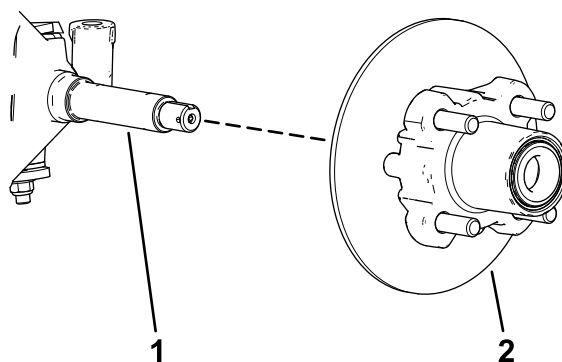

**Figura 37**
4. Rimuovete il coperchietto antipolvere dal mozzo (Figura 37).
5. Rimuovete la coppiglia e il fermadado dal mandrino e dal relativo dado (Figura 37).
6. Rimuovete il dado del mandrino dal mandrino e separate il gruppo mozzo e rotore dal mandrino (Figura 37 e Figura 38).